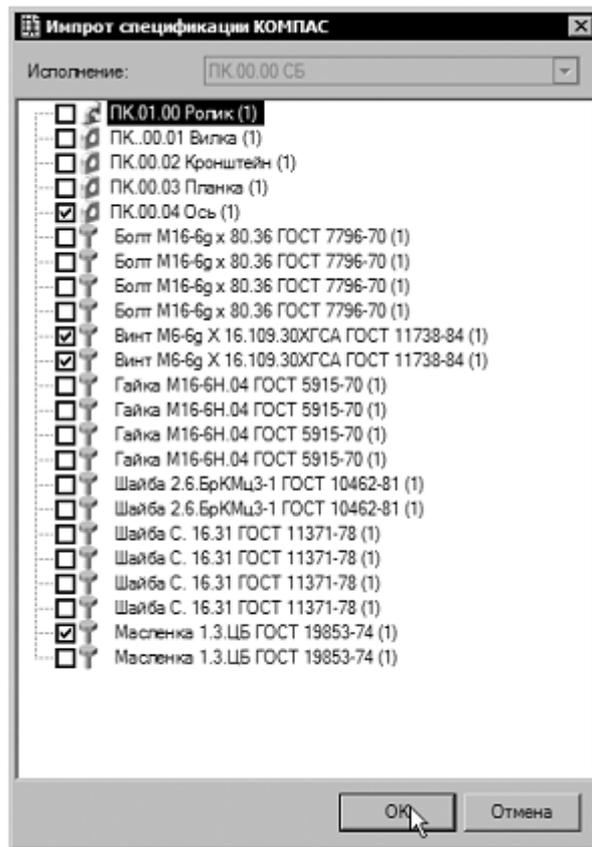

Рисунок 6
15.Снимите галочки так, как показано на рис. 6, и нажмите кнопку ОК. Выбранные элементы были переданы на вкладку Комплектование.